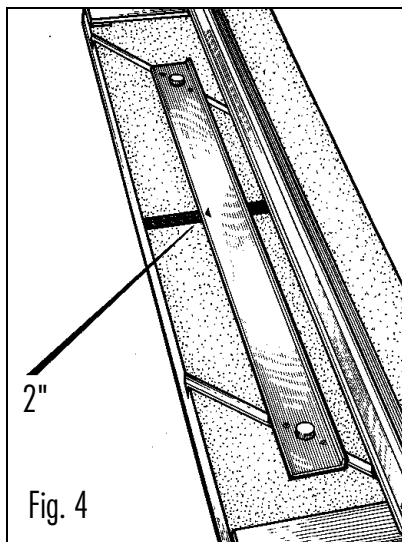

Fig. 4
- 4 Tracciare una linea a matita. Ripetere altre tre volte (Fig. 4)